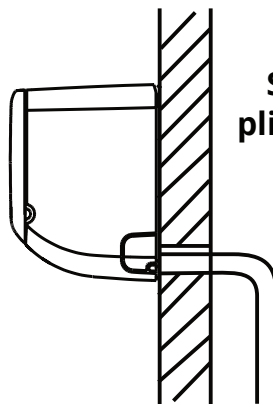

Fig. 7.3a
2. En vous basant sur l'exemple de la **Fig. 7.3a**, assurez-vous que votre tuyau de drainage fonctionne de la même manière. Les autres exemples de la **Fig. 7.3** représentent les situations que vous devez éviter lors de l'installation de votre tuyau de drainage.
Veillez à disposer le tuyau de drainage conformément à la Fig. 7.3a.